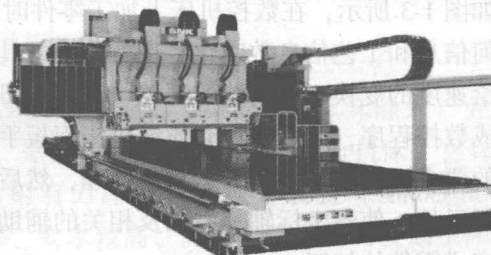

图 1-6 龙门式加工中心
(1) 按照机床结构分类 可分为立式加工中心、卧式加工中心、龙门式加工中心和万能加工中心,前三类外观分别如图 1-4~图 1-6 所示。